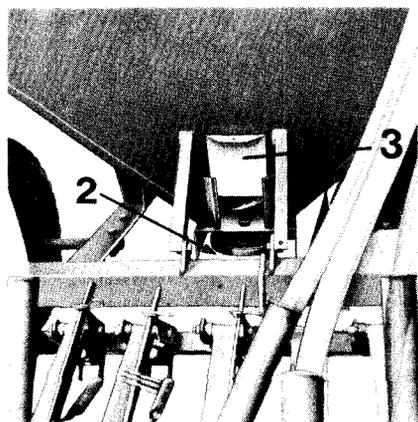
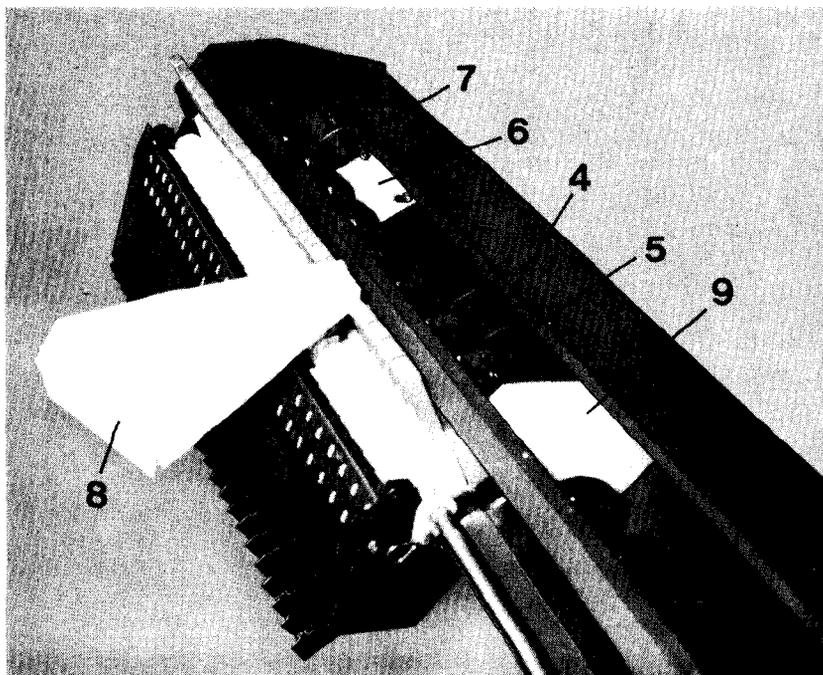

Fig. 23
Fig. 24
Eimer unter die untere Öffnung des Hauptbehälters (Fig. 23/2) stellen, Schieber (Fig. 23/3) öffnen, Restmenge darin auffangen und direkt in den obenliegenden Verteilerbehälter (Fig. 24/4) schütten.
1. Zapfwelle ausschalten, damit die Schnecke (Fig. 24/5) im obenliegenden Verteilerbehälter nicht mitläuft.
2. Die Kunststoffdeckel (Fig. 24/6) lösen und über die beiden Rücklauföffnungen (Fig. 24/7) schrauben und dadurch den Rücklauf schließen.
3. Die beiden Schaumstoffteile (Fig. 24/8) rechts und links am inneren Ende der Säräder über die Schnecke setzen, um den Raum für das Saatgut recht klein zu halten. Dadurch ist es möglich, das Saatgut restlos auszubringen.
5. Falls wieder aus dem Hauptbehälter gesät werden soll, Kunststoffdeckel (Fig. 24/6) umsetzen, Schaumstoffteile (Fig. 24/8) entfernen und Zapfwelle einschalten!
11. Eimer unter die untere Öffnung des Hauptbehälters (Fig. 23/2) stellen, Schieber (Fig. 23/3) öffnen und Restmenge darin auffangen.
Die im obenliegenden Verteilerbehälter vorhandene Schnecke (Fig. 24/5) ist vom Werk auf **Position 1** (Fig. 31) eingestellt. Diese Stellung der Schnecke ist für alle **normalen sowie groben Saatgüter** (wie Bohnen, Mais, usw.) bestimmt.